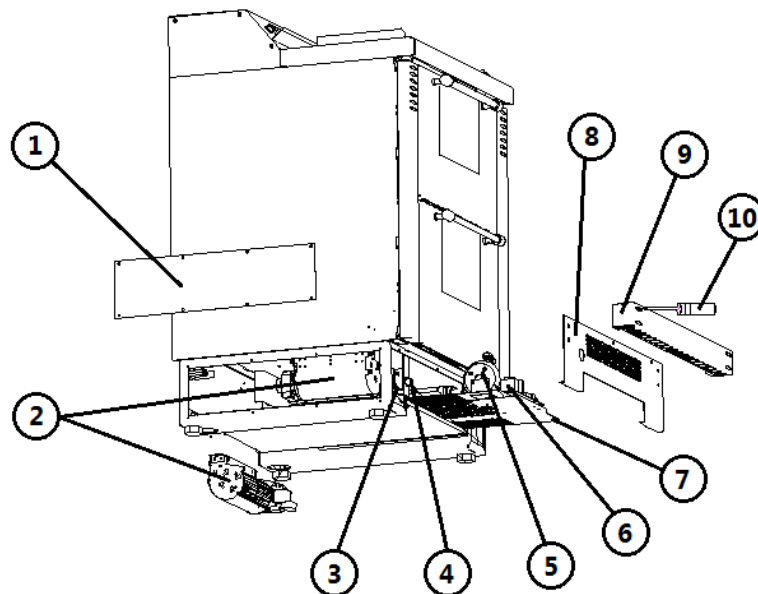

Fig. 36 - Zijaanzicht
LEGENDE Fig. 36 op pag. 66
- Maak het instrumentenbord onderaan los door de 4 schroeven weg te nemen uit de elliptische gaten (zie Fig. 36 op pag. 66).
- Draai de 8 schroeven los van de zijafdekkingen rechts en links van de basis (zie Fig. 36 op pag. 66).